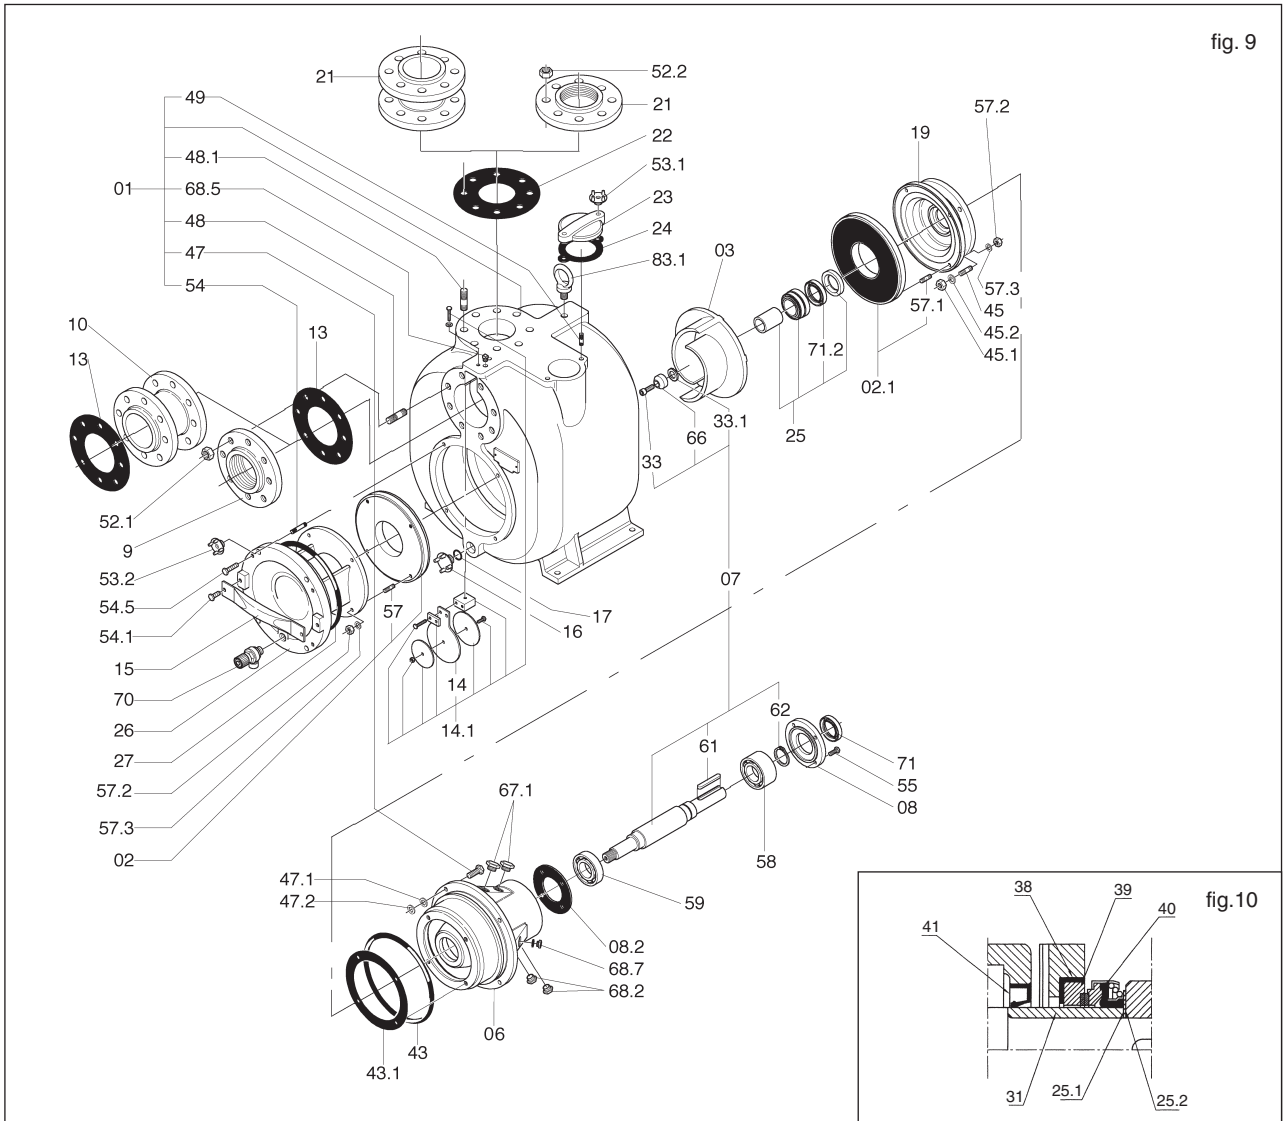

fig. 9
Contrôler l'état de la turbine par le hublot d'inspection (26) (Fig. 9) ou démonter le corps de la pompe comme indiqué au paragraphe 13.2.